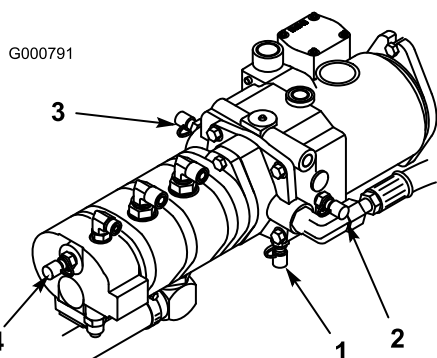

**Figura 76**
2. El punto de prueba B (Figura 76) se utiliza para localizar problemas en el circuito hidráulico de las unidades de corte delanteras.
3. El punto de prueba C (Figura 76) se utiliza para localizar problemas en el circuito hidráulico de las unidades de corte traseras.